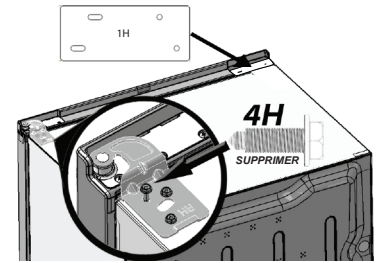

Fig. 10
8. a. Retirez la vis extérieure avant de la charnière supérieure (Fig. 10) à l'aide d'une clé à douille de $\frac{5}{16}$ po ou d'une clé à mollet et conservez-la pour plus tard. Repérez le support 1H et placez-le sur le dessus de l'appareil à utiliser à l'étape 8d.